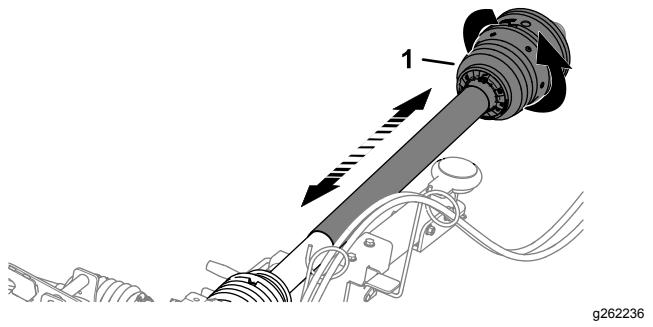

Figura 12
2. Ruotate la metà anteriore della protezione dell'albero della PDF di un giro completo (Figura 12).
3. Avvicinate e allontanate la metà anteriore della protezione dell'albero della PDF per garantire un libero movimento (Figura 12).